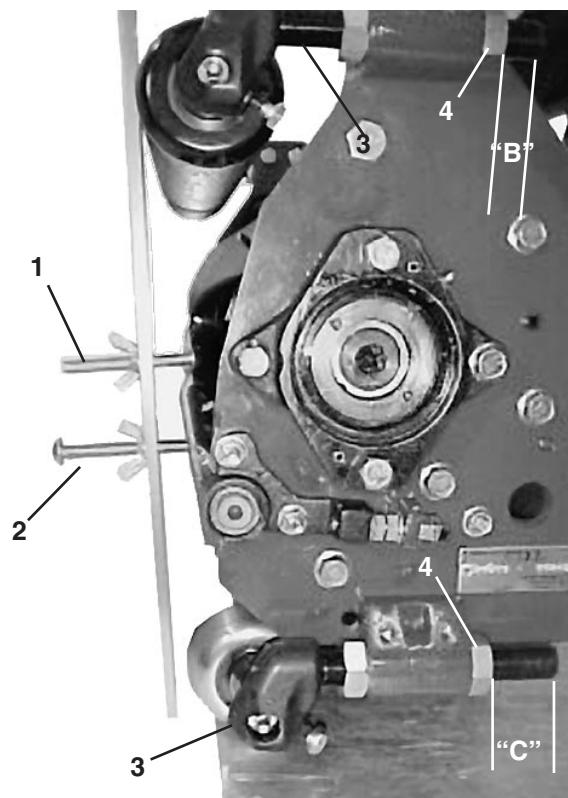

Bild 8
4. Stellen Sie die Höhe der vorderen Schnitthöhenstange „B“ anhand der Abmessungen in Tabelle 1 ein. Dieses Maß gilt von der Oberfläche der Schnitthöhenstange bis zur obersten Hutmutter (Bild 8).
5. Stellen Sie das hintere Stützgussteil entweder an die oberste oder unterste Stelle (siehe Tabelle 1). Stellen Sie die Höhe der hinteren Schnitthöhenstange um 3 mm tiefer als die in Tabelle 1 angegebene Abmessung, wodurch ein Abstand zwischen der hinteren Walze und der Messlehre (Bild 8) entsteht.
6. Legen Sie die Messlehre über die vordere und die hintere Walze. Die erste Schraube muss eng über die Schnittmesserkante passen, während das Ende der zweiten Schraube die Unterseite des Untermessers berühren muss (Bild 8). Stellen Sie, wenn zwischen der vorderen Walze und der Messlehre ein Abstand besteht oder Sie die Messlehre nicht anbringen können, die vordere Walze so ein, dass erstens die 1. Schnitthöhenschraube eng über das Untermesser passt und zweitens die 2. Schraube soeben das Untermesser berührt und drittens die Messlehre die vordere Walze berührt. Prüfen Sie die Neigung der vorderen Walze an beiden Enden des Untermessers nach.